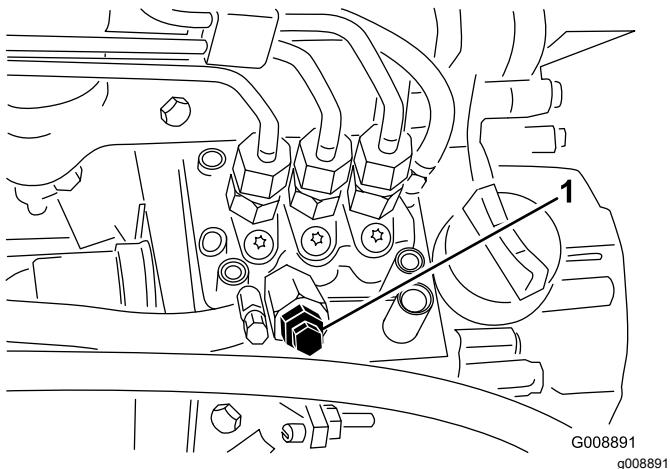

Figure 37
4. Desserrez la vis de purge d'air sur la pompe d'injection (Figure 37).